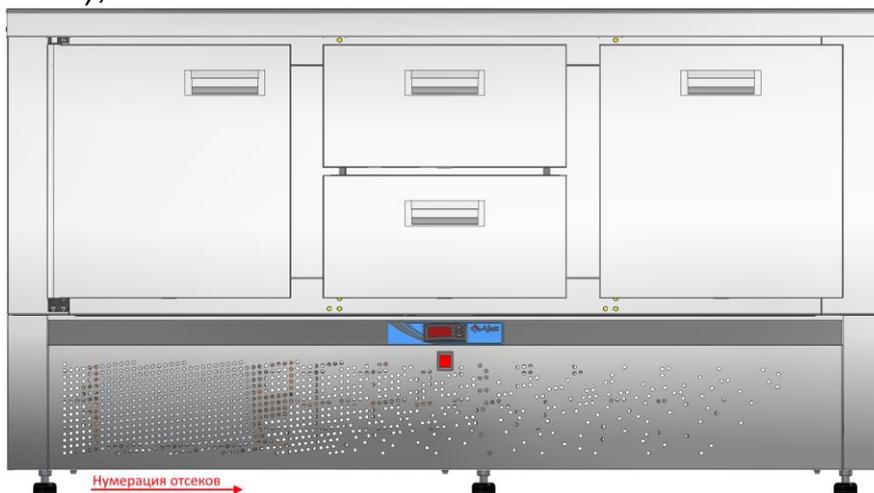

Рис. 3 СХС-60Н-02, СХС-70Н-02
- стол холодильный среднетемпературный с нижним расположением агрегата СХС-60Н-02 столешница нерж. 202 без борта (дверь, ящик 1/2, ящик 1) (см. рис. 3);